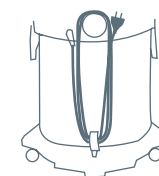

Fig. 20
- **Soporte de cordón de alimentación (20):** Este accesorio sirve para enrollar y sujetar el cordón de alimentación. (Fig. 20).